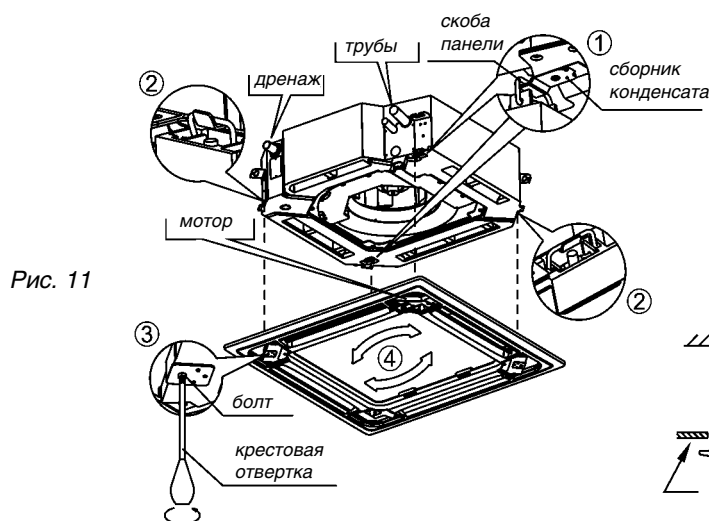

Рис. 11
- а) Совместите двигатель, качающий жалюзи кондиционера, с местом подключения трубопровода к внутреннему блоку (рис. 11).
- б) Закрепите сначала скобу на панели со стороны двигателя и с противоположной стороны. Скрепите их с соответствующими скобами поддона для сбора конденсата (рис. 11 – 1). Затем прикрепите две остальные скобы (рис. 11 – 2).
- в) Отрегулируйте положение винтов на креплениях панели так, чтобы панель была строго горизонтальна, и привинтите ее к подвесному потолку (рис. 11 – 3).
- г) Слегка подвигайте панель в направлениях, отмеченных стрелками (рис. 11 – 4), совмещая центр панели с центром отверстия в потолке. Убедитесь, что винты по углам панели надежно крепят ее.